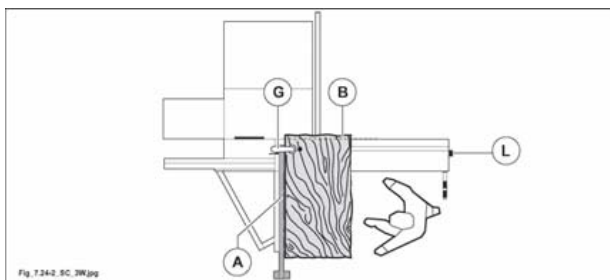

Fig. 7.24-2
- Aprire completamente il vagono come in fig. 7.24-2 e bloccarlo con la leva (L fig. 7.24-2).
- Ruotare il pannello di 90°. Appoggiare il lato rifilato (A fig. 7.24-2) contro la riga in alluminio, fissarlo con lo stringipezzo (G fig. 7.24-2) ed eseguire il nuovo taglio (B fig. 7.24-2).